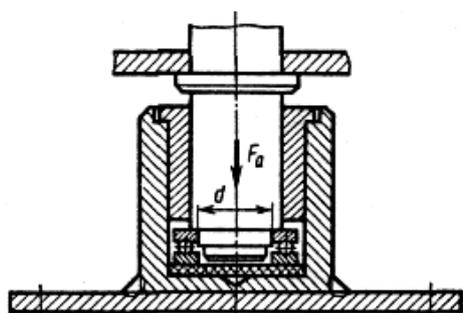

Рисунок 21. (к задаче 90)
**Задача 90.** Подобрать по ГОСТу шарикоподшипник упорный однорядный для пяты вертикального вала консольного настенного поворотного крана (рис.21), если известно: частота вращения вала  $n$ , осевая нагрузка  $F_a$ , посадочный диаметр  $d$  и требуемая долговечность  $L_{hтр}$ . Нагрузка с сильными ударами. Рабочая температура подшипника  $t < 100^\circ\text{C}$ . Данные своего варианта принять по табл. 35.